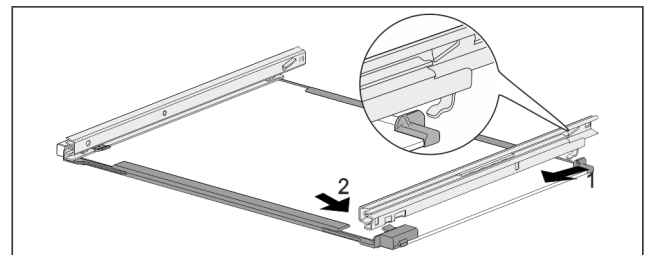

Fig. 254 Glasplatte mit Schienen
- ▶ Schiene hinten einhängen. Fig. 254 (1)
- ▶ Schiene vorne einrasten. Fig. 254 (2)